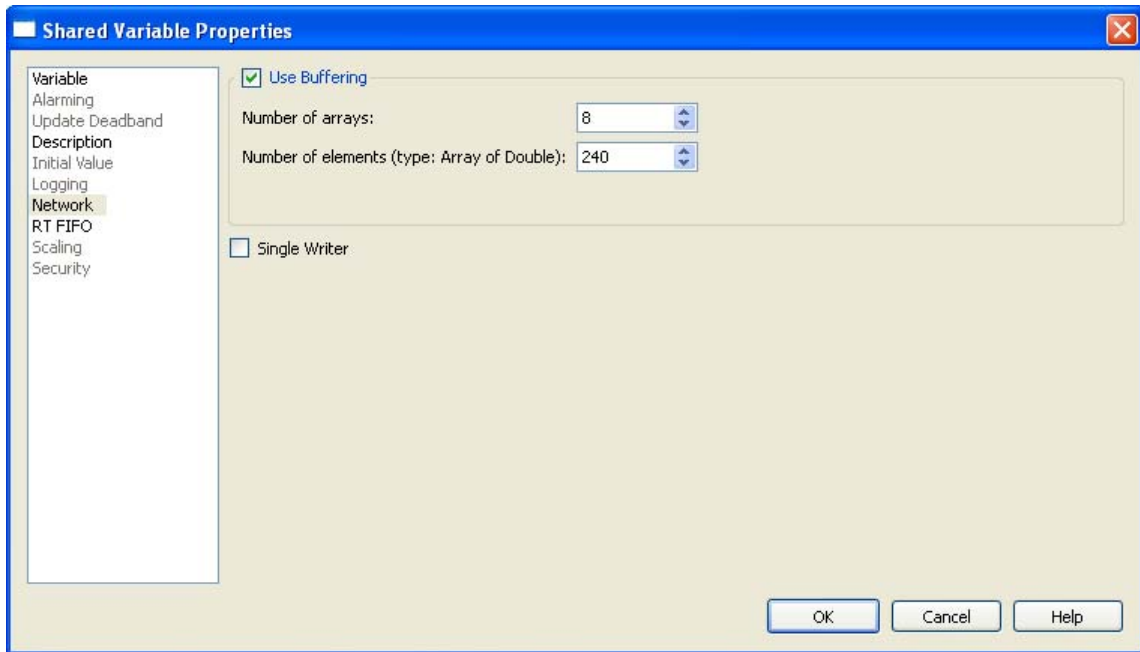

Figura A.4 Opción *Network* de la ventana *Shared Variable Properties*
- 9 Seleccionar *Network* y colocar en *Number of Elements* el tamaño requerido de variable compartida, como se observa en la Figura A.4.